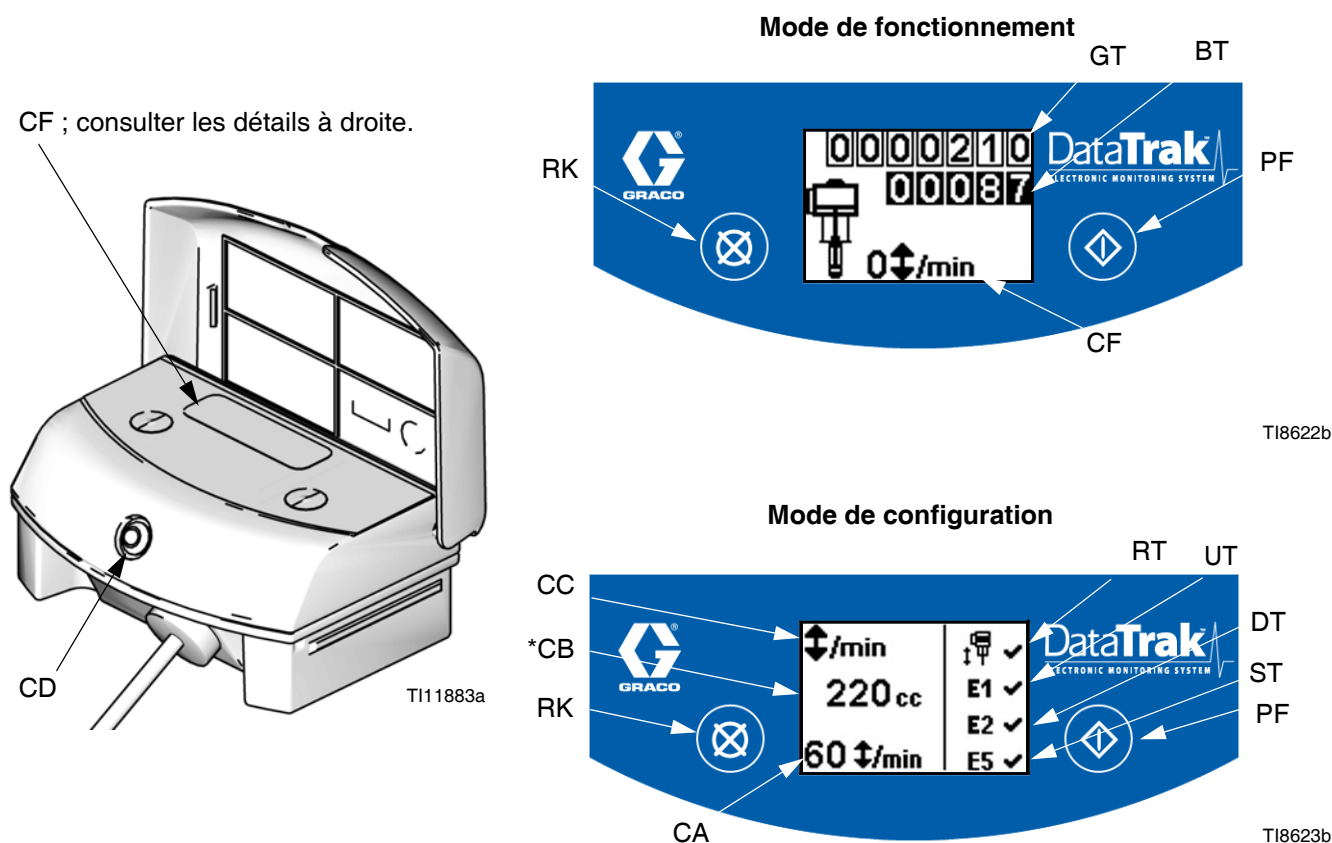

FIG. 31. Commandes et voyants du DataTrak
REMARQUE : Voir FIG. 31. L'écran (Y) s'éteindra après 1 minute d'inactivité en mode de fonctionnement ou après 3 minutes en mode de configuration. Appuyer sur n'importe quelle touche pour allumer l'écran. Le DataTrak continuera de compter les cycles lorsque l'écran est éteint.
1. Voir FIG. 31. Appuyer et maintenir 5 secondes sur  jusqu'à ce que le menu Setup (Configuration) apparaisse.
1. Voir FIG. 31. Si la pompe s'emballe, l'électrovanne d'emballement s'enclenchera pour arrêter la pompe. La DEL (CD) clignotera et l'écran (CF) indiquera une condition d'emballement (voir le tableau 1). L'écran affichera une suite de six écrans d'instructions.
2. Écrans d'emballement 1 et 2 : pour réinitialiser l'électrovanne d'emballement, fermer la vanne d'air principale (AP). Attendre que l'air soit entièrement purgé du moteur pneumatique.
3. Écrans d'emballement 3 et 4 : Une fois l'air entièrement purgé, pousser sur le bouton de libération de l'électrovanne (J) pour réinitialiser la vanne d'air. Le bouton ressortira une fois la vanne d'air de nouveau comprimé.
5. Ouvrir la vanne d'air principale (AP) pour redémarrer la pompe.
REMARQUE: Pour désactiver la surveillance de la protection contre l'emballement, passer en mode de configuration et mettre la valeur d'emballement (CA) à 0 (zéro) ou désactiver (RT)  (voir FIG. 31).
1. Voir FIG. 31. Pour entrer en mode Amorçage/Rinçage, appuyer sur n'importe quelle touche pour activer l'écran, puis appuyer sur . Le symbole Amorçage/Rinçage apparaîtra dans
Voir FIG. 31. Le dernier caractère du totalisateur de lots (BT) représente les dixièmes de gallons ou de litres. Pour réinitialiser le totalisateur, appuyer sur une touche pour activer l'écran, puis appuyer sur  et maintenir enfoncé pendant 3 secondes.
Voir FIG. 31. L'écran (CF) s'éteindra après 1 minute d'inactivité en mode de fonctionnement ou après 3 minutes en mode de configuration. Appuyer sur n'importe quelle touche pour allumer l'écran.
Le DataTrak peut diagnostiquer plusieurs problèmes avec la pompe. Lorsque le dispositif de surveillance détecte un problème, la DEL (CD, voir FIG. 31) clignotera et un code de diagnostic apparaîtra sur l'écran. Voir le tableau 1.